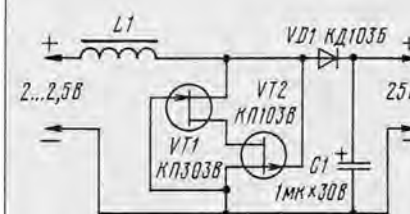

Рис. 7
**Преобразователь напряжения.** Как известно, во многих стрелочных авометрах при проверке резисторов используется батарея напряжением 2,5...3 В. В то же время для измерения сопротивлений высокоомных резисторов требуется внешний источник питания напряжением 20...30 В. Подобный источник необходим в некоторой транзисторной аппаратуре для питания варикапов. Выйти из положения и обойтись имеющимся низковольтным источником позволит преобразователь (рис. 7), содержащий помимо лямбда-диода еще три радиоэлемента.